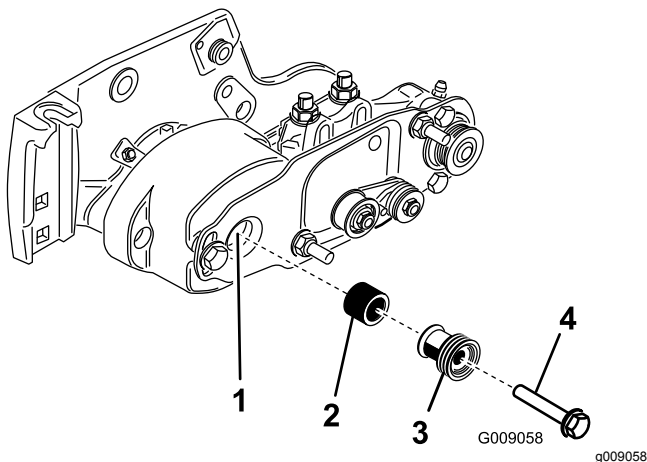

Рисунок 15
19. Вставьте проставку в вал в корпусе подшипника (Рисунок 15).
20. Вставьте ведущий шкив в проставку и на ведущий вал (Рисунок 15). Убедитесь в том, что выступы шкива находятся в пазу приводного вала.
21. Прикрепите шкив и проставку к ведущему валу с помощью болта с фланцевой головкой ($\frac{3}{8}$ x 2 дюйма) (Рисунок 15).